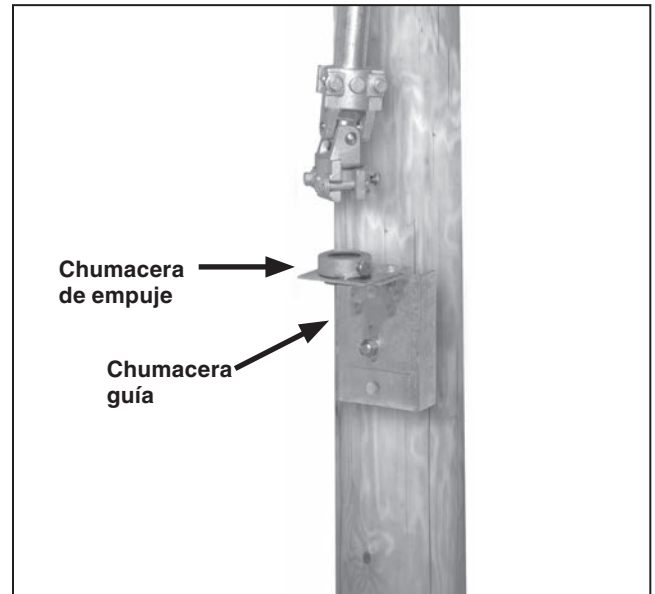

Figura 18. Instalación de la chumacera guía.
PASO 13. Posicione e instale el ensamble de la chumacera guía en el poste o estructura de acuerdo con la dimensión mostrada en el plano de montaje. Vea la Figura 18.